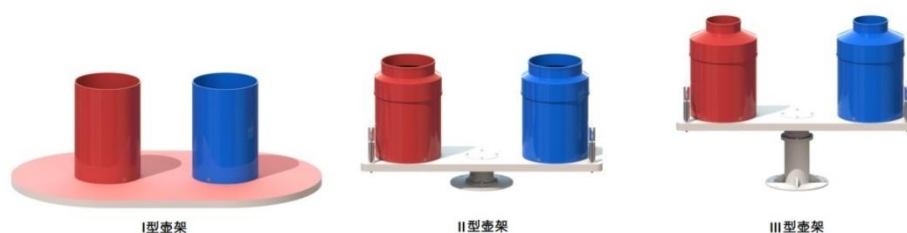

图 4 壶和壶架
c) 在比赛场地的内区中共有 5 个得分处，每处各有一个壶架，上面放着红壶和蓝壶各一个，如图 4 所示。壶是参赛队专属的，即，红壶属于红队，蓝壶属于蓝队。壶为 PVC 圆形桶，内径 305mm，高度 460mm，底部放置 30mm 厚的海绵作为缓冲垫。壶的纵轴与地面垂直。壶架有 I 型、II 型和 III 型三种。各队内区的一个 I 型壶架上固定着一对红、蓝壶，壶架底座固定在内区地面上，壶口高度为 500mm。在红、蓝内区交界处排列着三个得分处，两个 II 型壶架固定在两边，中间是 III 型壶架。每个架子上装着一对红、蓝壶。每个壶附近，有一个可供机器人抓持的把手。II 型、III 型壶架上的壶形与 I 型壶架稍有不同，它们是有收口壶颈的小口壶。在 II 型壶架上，壶口高度为 600mm，内径为 250mm。在 III 型壶架上，壶口高度为 800mm，内径为 160mm。II 型、III 型壶架的转动阻力矩在 3Nm~7Nm 的范围内。